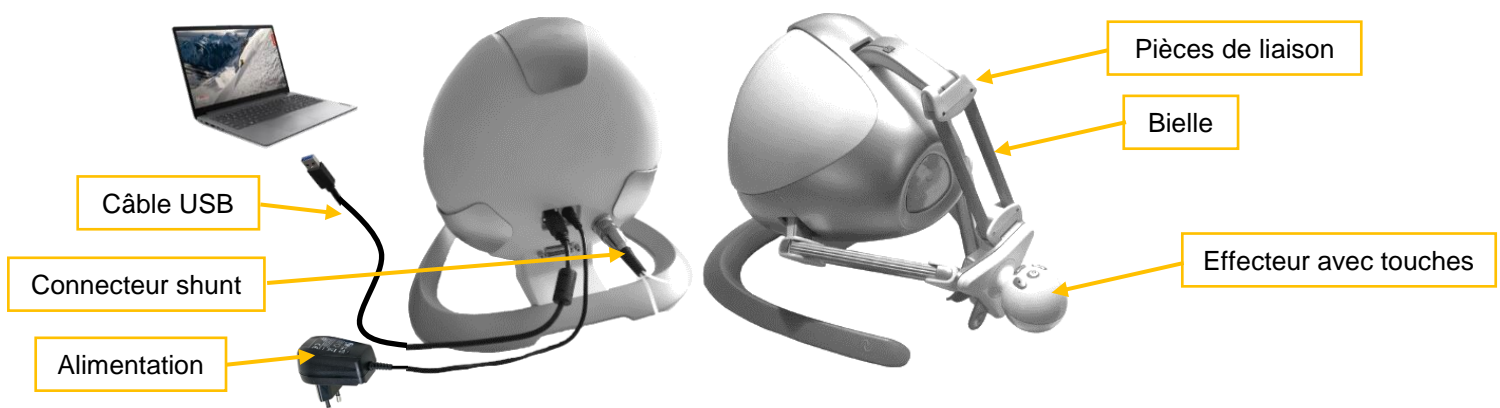

Figure 1 : le robot haptique
1. Raccorder l'alimentation 30V, le câble USB et le connecteur shunt (voir figure 1).